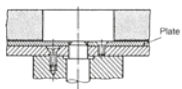

Bild 1
- Bild 1: Schleifkörper mit Tragscheibe verklebt.